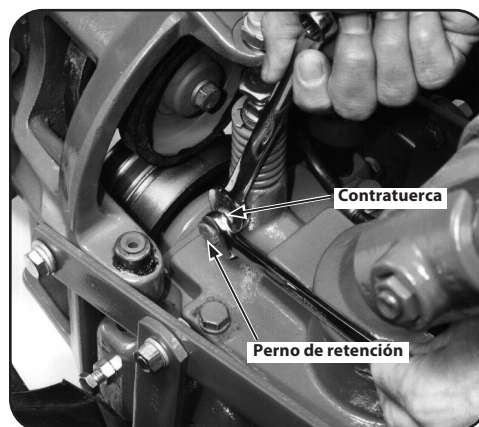

Figura 5-22
2. En el costado izquierdo de la cultivadora, ponga una llave de $\frac{1}{2}$ " en el perno de retención del émbolo y otra llave de $\frac{1}{2}$ " en la contratuerca junto a él. Consulte la Figura 5-22.
9. Mantenga fijo el perno de retención del émbolo con una llave mientras se ajusta la contratuerca contra el costado de la carcasa del émbolo. Consulte la Figura 5-22.